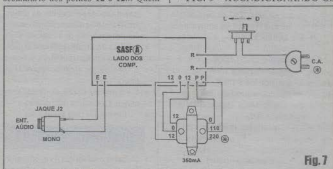
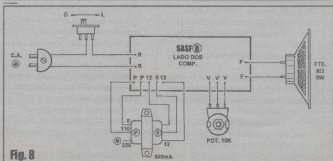

Fig. 7
Fig. 8
- FIGS. 7 e 8 - CONEXÕES EXTERNAS ÀS PLACAS - Sempre na ordem transmissor/receptor (ou A/B...), vemos agora as placas com ênfase para suas ligações externas, ambos os impressos ainda mostrados pelas suas faces não cobreadas (só que com os componentes *já aborçados* nas FIGS. 5 e 6 provisoriamente *invisibilizados*, para não complicar os desenhos...). Em ambas as placas, os pontos R-R recebem as ligações do cabo do *rabicho*, com a intercalação - neste - do interruptor geral dos circuitos... Também em ambas as placas, os fios do transformador de força (notar que o do transmissor é de 350 mA e o do receptor de 500 mA...) devem ser ligados assim: os cabinhos do *primário* aos pontos P-P (usando-se *apenas* os fios correspondentes à tensão da rede local - os desenhos mostram as conexões para 110 volts, devendo ser adequadas as ligações no caso de rede de 220 volts...) e os fios do *secundário* aos pontos 12-0-12... Quem
tiver dificuldades em identificar os *lados* desse trafo, deve lembrar que no *primário* (P) os três fios são de cores diferentes entre si, enquanto que no *secundário* (S) os fios extremos são de cores iguais (cor diferente apenas no fio central...). Na placa A (FIG. 7) temos ainda as conexões específicas ao jaque J2 de entrada do sinal de áudio, e que devem ser feitas aos pontos E-E do impresso... A placa B (FIG. 8) também tem algumas ligações específicas: o alto-falante deve ter seus terminais ligados aos pontos F-F e o potenciômetro (visto pela frente, na figura...) conectado aos pontos V-V... Nas duas placas (e isso não vale apenas para as conexões do cabo de força, por óbvias razões...) toda a cabagem externa deve ser mantida tão curta quanto o permitir a acomodação nas caixas e *containers* obtidos, não só por uma questão de *estética* das montagens, como - e *principalmente*, nesse caso - para se evitar problemas com interferências, captações espúrias, etc., não devendo o caro leitor/hobbysta esquecer que estaremos lidando com altas frequências (na portadora) e com sinais de áudio (na modulação e amplificação...), fatores sempre um tanto *delicados* quanto aos problemas expostos...